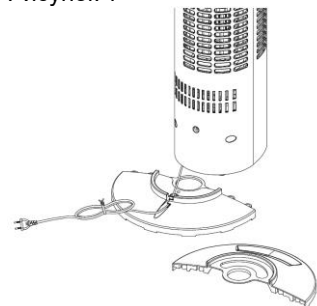

Рисунок 3
4. Поместите шнур питания в углубление (рисунок 3).